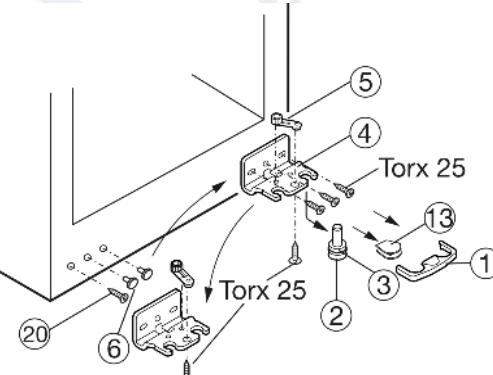

Fig. 4
- Предохранитель Fig. 4 (1) снимите движением вперед.
- Снимите крышку Fig. 4 (13).*
- Вытяните опорный палец Fig. 4 (2) вниз и вперёд. При этом следите за гнездом шарнира Fig. 4 (3).
- Открутите опорный кронштейн Fig. 4 (4).
- Открутите опорную деталь Fig. 4 (5) и, переставив в отверстие на противоположной стороне опорного кронштейна, снова прикрутите.
- ▶ Снимите и снова установите пробку Fig. 4 (6) на противоположную сторону со стороны ручки.
- ▶ Выкрутите болт Fig. 4 (20) и вкрутите на противоположной стороне.
- ▶ Снова прикрутите опорный кронштейн Fig. 4 (4) на новой стороне шарнира (**с моментом 4 Нм**). При необходимости используйте аккумуляторный шуруповерт.
- ▶ Снова слегка наклоните устройство назад и снова установите опорный палец Fig. 4 (2) с гнездом шарнира Fig. 4 (3). Зазубрина на опорном пальце должна быть расположена спереди.
- ▶ Установите крышку Fig. 4 (13) на противоположной стороне.*
- ▶ Предохранитель (1) нужно зафиксировать сбоку на кронштейне, чтобы опорный палец и двери были защищены от выпадения.
- ▶ Снова защелкните предохранитель (1) на опорном кронштейне.
- ▶ При необходимости выровняйте дверцы через два продольных паза в опорном кронштейне Fig. 4 (4) параллельно корпусу устройства. Для этого выкрутите средний винт.